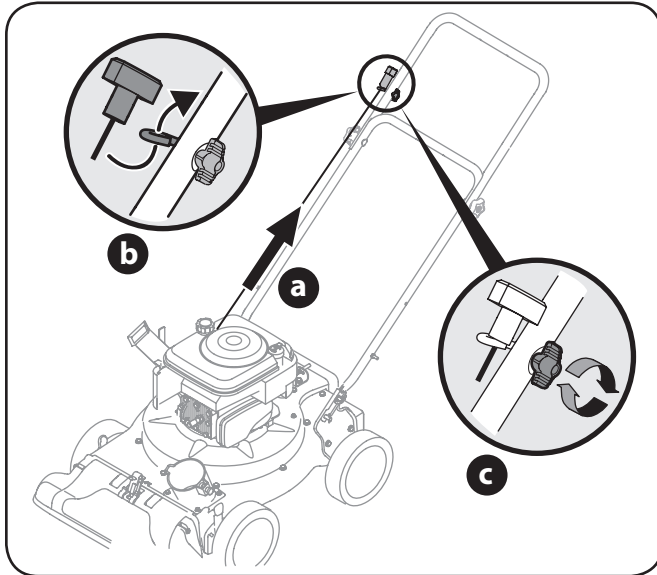

Figura 3-3
- b. Deslice la cuerda de arranque en la guía. Vea la Figura 3-3.